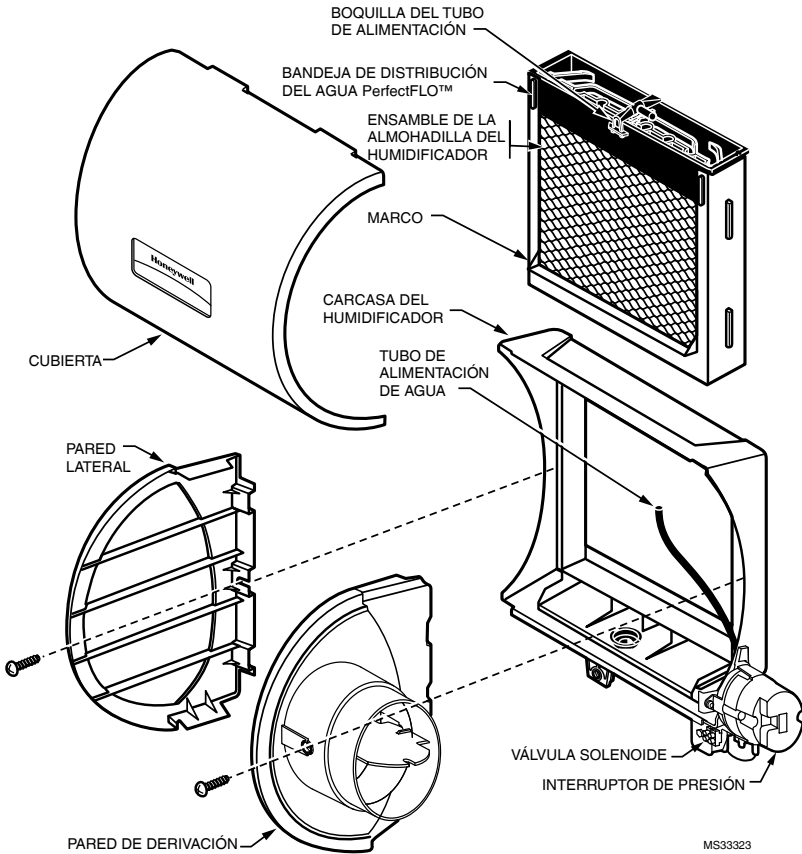

Fig. 4. Desensamblaje del humidificador.
6. Desensamble el humidificador; retire la cubierta y saque el ensamble de la almohadilla del humidificador. Consulte la Fig. 4.